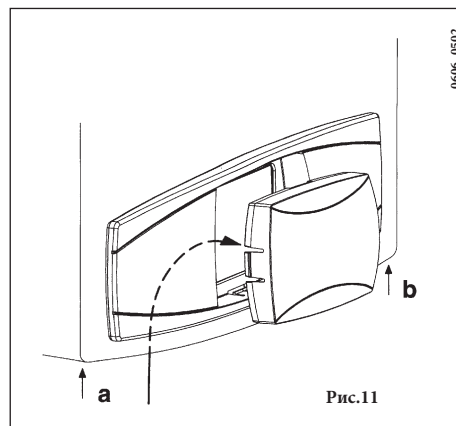

Рис.11
1. Отвинтить два винта (**a** - **b** рис.11), которые фиксируют корпус котла;
2. Приподнять слегка корпус и рукой выдавить наружу крышку передней панели (рис.11);
6. Закрывать корпус котла, завинтить два винта, которые его фиксируют (рис.11).
1. Отвинтить два винта (а - б рис.11), которые фиксируют корпус котла;